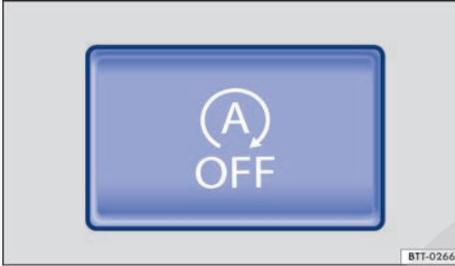

Fig. 182 En la consola central: tecla del sistema Start-Stop.
- Pulse la tecla  situada en la consola central → fig. 182.